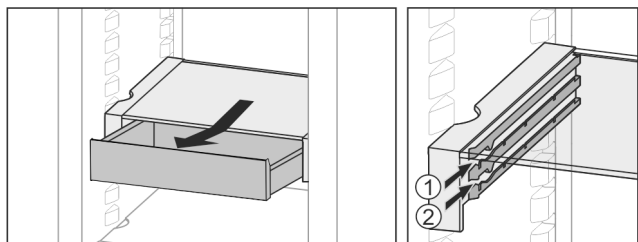

Fig. 27
- ▶ Inserire all'altezza desiderata Fig. 27 (1) o Fig. 27 (2).